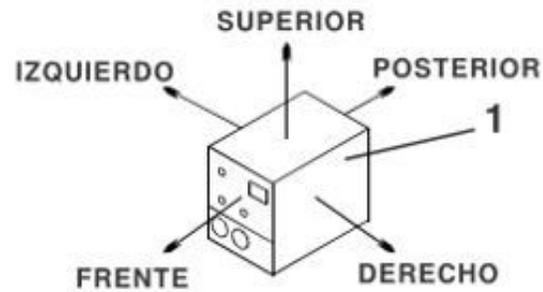

Figura 32: Consideración de espacios para la ubicación de la máquina soldadora.
1. Dejar un espacio abierto (mínimo) de 50 cm. en cada uno de los lados para evitar cualquier obstrucción del flujo de aire como se muestra en la figura 32.